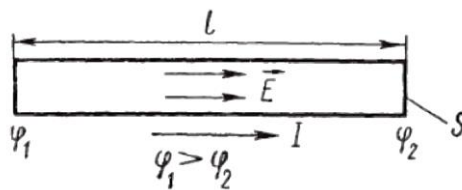

Рис. 2
2). ЭДС, действующую на участке, обозначим ξ_{12} . Задавшись определенным направлением (например, обозначенным на рис. 2 стрелкой), ток I и ЭДС ξ_{12} нужно рассматривать как алгебраические величины. Ток будем считать положительным, если он течет в направлении, указанном стрелкой, и отрицательным при противоположном направлении. Аналогично ЭДС будем считать положительной, если она действует в направлении стрелки (это значит, что над положительным зарядом, перемещающимся в этом направлении, сторонние силы совершают положительную работу), и отрицательной, если она действует в противоположную сторону.